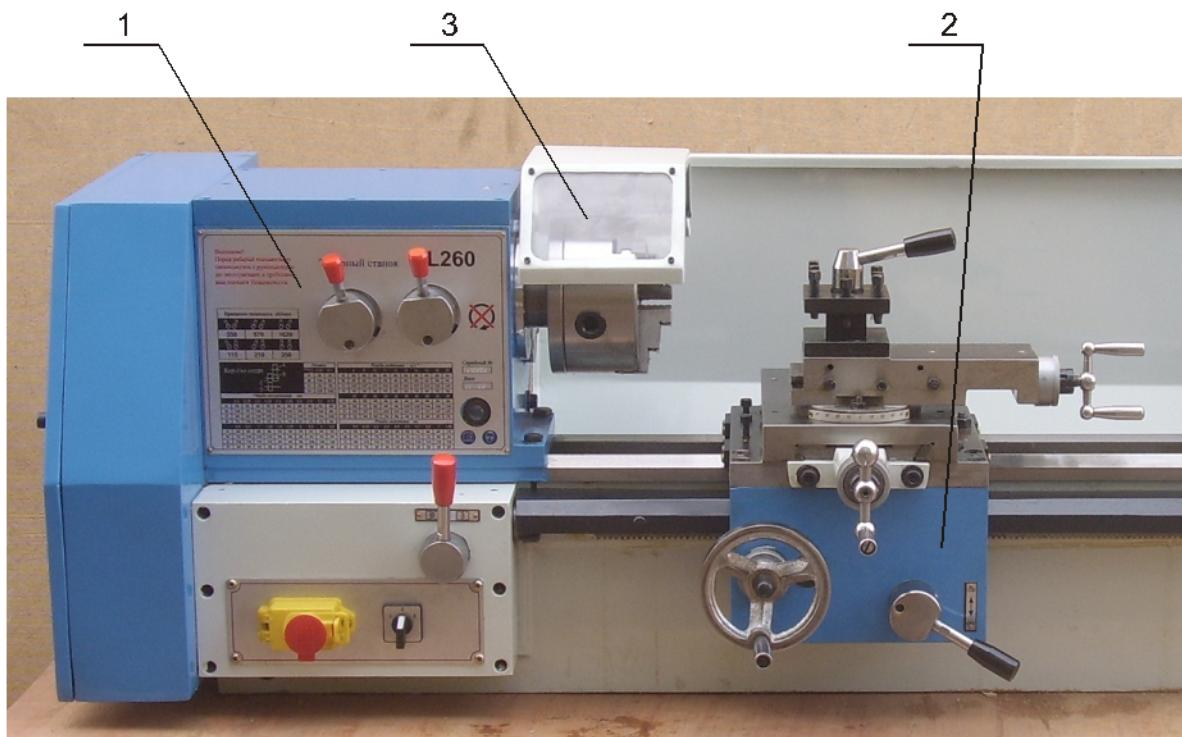

Рисунок 4
Передняя бабка 1 (рисунок 4) закреплена на станине четырьмя болтами. В ней установлен шпиндель на прецизионных подшипниках и расположены валы и зубчатые колеса коробки скоростей. С левого торца под кожухом расположены ременная передача и привод подач – гитара со сменными зубчатыми колесами . Корпус передней бабки изготовлен из высокосортного чугуна, обеспечивающего низкую вибрацию при работе.
Суппорт 2 (рисунок 4) служит для закрепления и перемещения инструмента в процессе работы. Он состоит из следующих основных частей: каретка, фартук, поперечные салазки, верхние салазки с резцодержателем.
Резцодержатель 5 (рисунок 4) расположен на подвижной части верхних салазок и обеспечивает закрепление 4-х инструментов.
7.3.1 Защитный экран патрона 3 (рисунок 4) – установлен на шарнире в верхней передней части передней бабки. При необходимости экран можно откинуть, чтобы получить доступ к патрону, а при работе снова установить его над патроном. При открытии экрана питание автоматически отключается микропереключателем , установленным на задней стенке передней бабки.